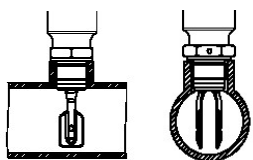

Рисунок 4
2.4.2 При установке плотномера в трубопроводах следует ориентировать лопатки вдоль потока (рисунок 4).